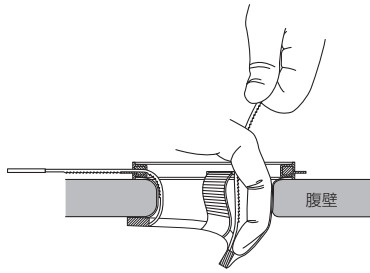

図11
- ②解除したフラップの体内リング接着部の手前を指で押し下げ体内リングを折り曲げる。(図11)